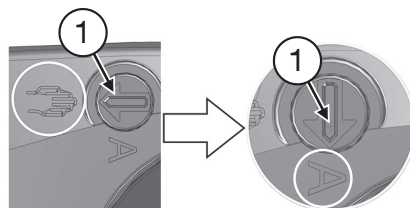

Fig. 14
6. Resetați comutatorul de funcționare (1) înapoi pe modul automat. Pentru aceasta, rotiți spre stânga comutatorul cu 90° în sens invers acelor de ceasornic folosindu-vă de o șurubelniță, astfel încât creștătura să se afle în poziție verticală și vârful săgeții să indice spre „A” (fig. 14).